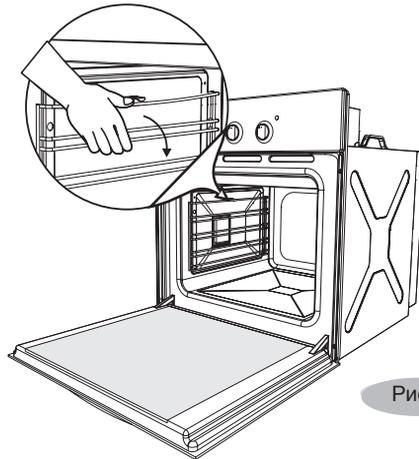

Рис.7
- Проволочные направляющие можно снять. (рис. 7).